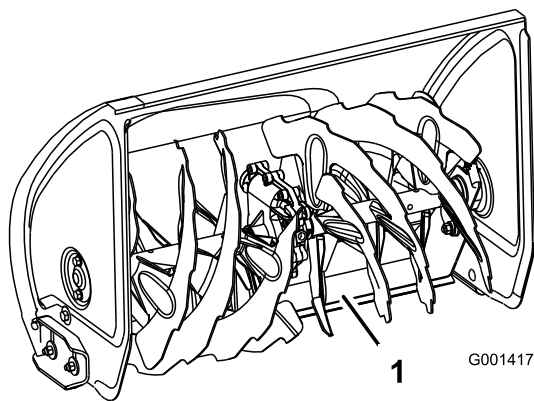

Figure 46
4. Appuyez sur le guidon pour permettre à la lame racleuse pivotante d'avancer complètement, puis abaissez l'avant de la machine de sorte que le bord avant de la lame racleuse touche le sol (Figure 46).